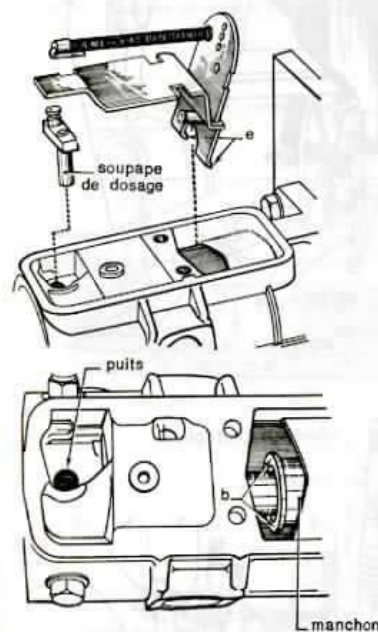

Fig. 26.
c) Introduire la soupape de dosage dans le puits de la tête hydraulique, puis placer l'ensemble de commande sur la pompe (placer l'extrémité inférieure (e) du levier en appui en (b) sur le bout du manchon) (fig. 26).